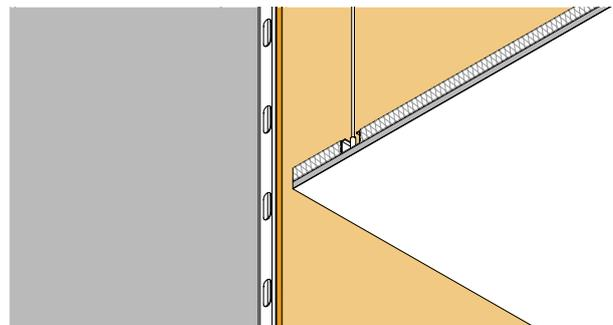

ABBILDUNG 28: Detailansicht einer nachträglich installierten abgehängten Decke
10. Die Wandverkleidung sollte die komplette Fläche vom Boden bis zur Decke umfassen; sofern zu dem Projekt abgehängte Decken gehören, werden diese später installiert. [Abb. 28]